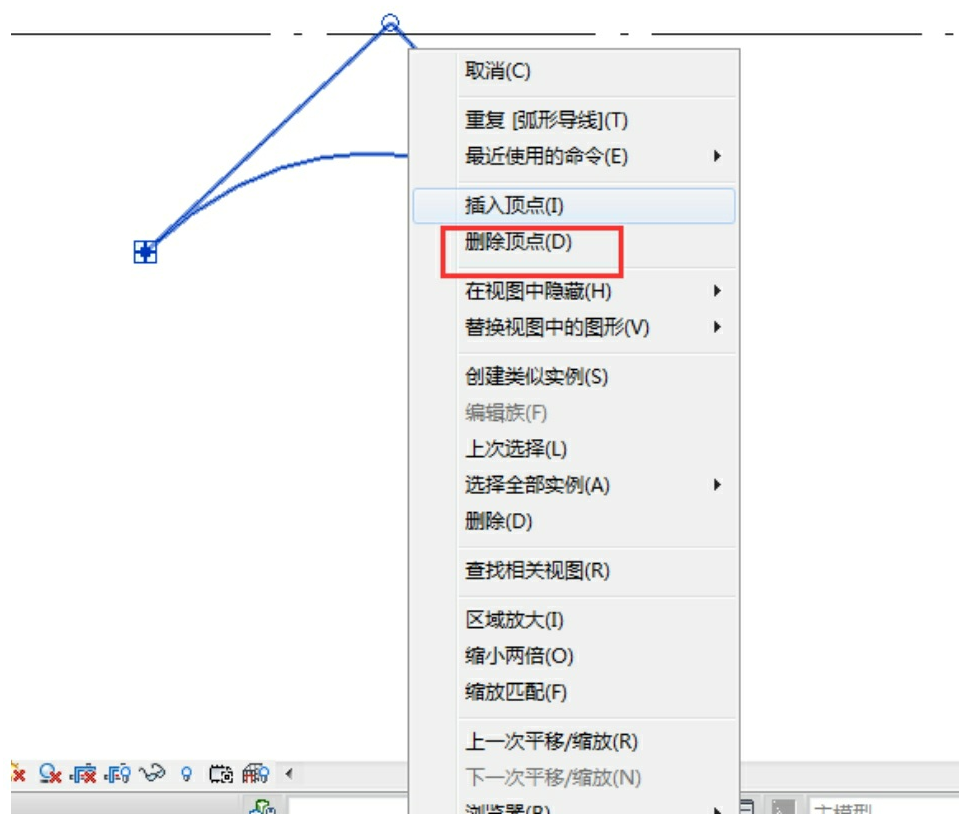

图4-58
(1) 右击需要变成直导线的导线，在弹出的快捷菜单中选择“删除顶点”命令，如图4-58所示。